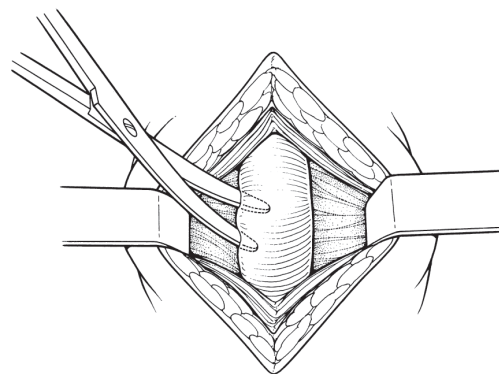

Figura 4-6. Dissezione del muscolo bulbocavernoso
2. Effettuare un'incisione perineale mediana ed effettuare la dissezione smussa del muscolo bulbo-cavernoso dall'area circostante l'uretra bulbare. (**Figura 4-6**)